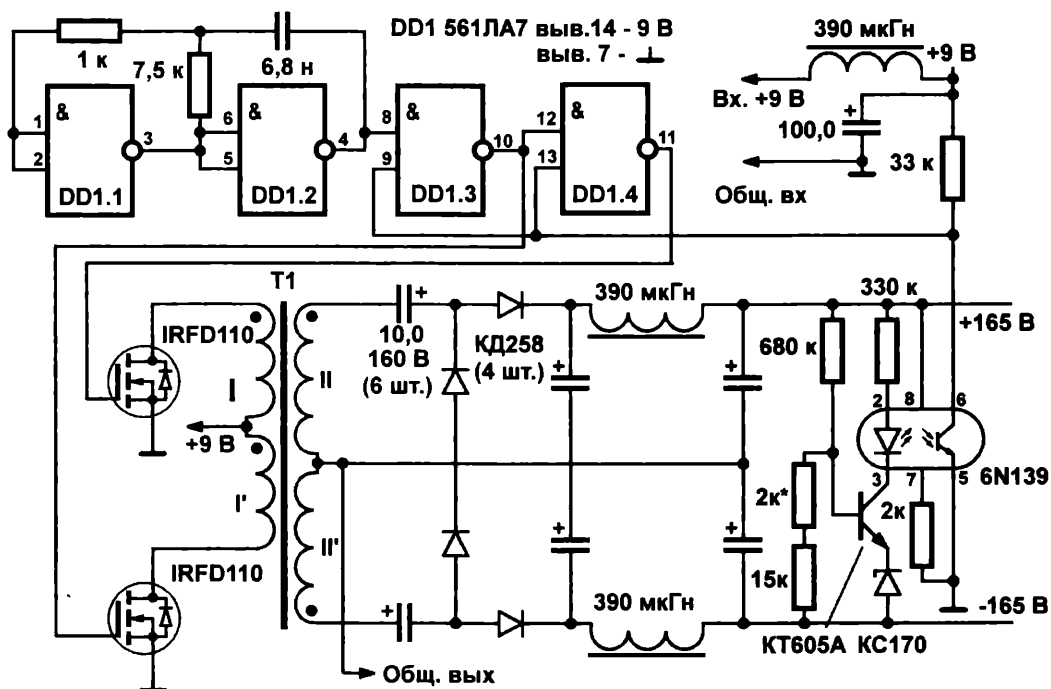
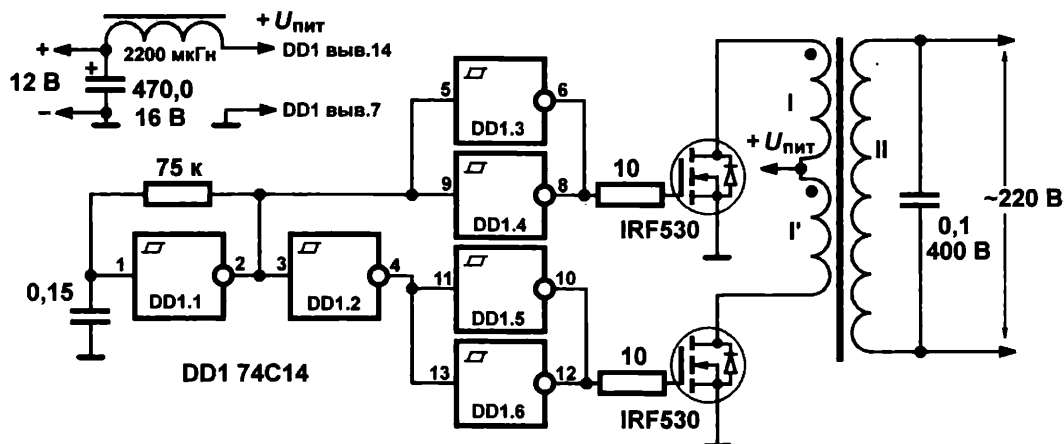

Рис. 9.19. Схема импульсного преобразователя с гальванической развязкой входа и выхода
Рис. 9.20. Преобразователь-инвертор =12 В / ~220 В
Более реально самостоятельно соорудить преобразователь постоянного напряжения (DC) в постоянное другой величины (преобразователь DC-DC) или в переменное (DC-AC, его еще часто называют *инвертором*). На рис. 9.19 приведена схема импульсного преобразователя с гальванической развязкой входа и выхода и стабилизацией выходного напряжения, пригодная для самостоятельного повторения. Эта конструкция в данном случае преобразует входное напряжение +9 В в два высоких напряжения ± 165 В. Я специально рассмотрел такой крайний случай — и далее покажу, как изменением всего нескольких параметров схемы получить на выходе практически любую пару симметричных напряжений. Общая максимальная мощность схемы — приблизительно 4 Вт (при том же выходном напряжении максимальный нагрузочный ток составит до 12 мА по каждому из выходов).
Добавим, что по схеме, аналогичной приведенной на рис. 9.19, построены многие фирменные преобразователи напряжения с развязкой входа и выхода. Такие готовые модули на самые различные напряжения (в том числе и с гальванической развязкой между входом и выходом), например, выпускает фирма TRACO. Фирмой RECOM выпускаются импульсные преобразователи-стабилизаторы напряжения — аналоги 78-й серии под названием R-78. Их КПД достигает 96% при входном напряжении до 34 В, а единственный недостаток — рекомендованное минимальное потребление 10 мА, ниже этого значения стабилизатор может отказывать. Главным недостатком всех импульсных стабилизаторов является относительно большой (не менее 5–10 мА) ток покоя, потому в малопотребляющих устройствах они непригодны.
Схему на рис. 9.19 очень легко переделать в преобразователь-инвертор из автомобильных 12 В постоянного тока в 220 В переменного. Один из вариантов такой схемы показан на рис. 9.20. Здесь генератор построен на элементе, называемом *триггером Шмидта* (подробнее о нем см. главу 16). Шесть таких элементов входят в микросхему 74С14, и «лишние» две пары из них служат для управления затворами мощных полевых транзисторов. Частота генератора снижена до ~50 Гц, часть схемы, касающаяся стабилизации, удалена. Трансформатор здесь самый обычный на 50 Гц, с двумя обмотками на 12 В и одной на 220 В, мощностью примерно на 100–120 Вт. Можно купить готовый или пересчитать обмотки для имеющегося под рукой по методике, описанной в этой главе ранее.